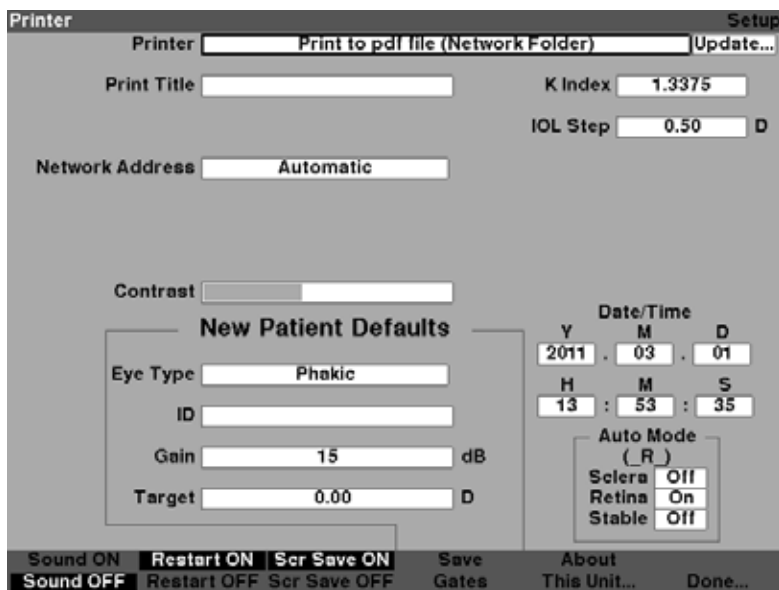

Figura 5-20 Campo Printer (Impresora) seleccionado
1. En la pantalla Setup (Configuración), gire el control giratorio para seleccionar el campo Printer (Impresora), indicado con un borde negro continuo, como se muestra en la Figura 5-20.